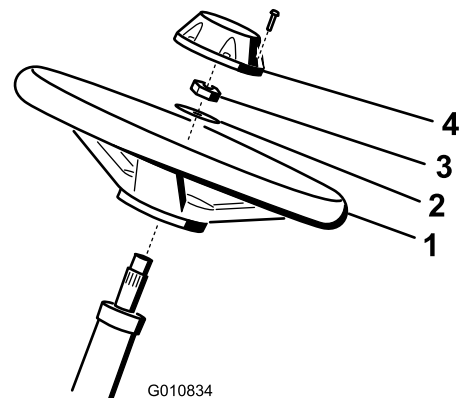

Figura 3
1. Collocate il volante sul piantone (Figura 3).
2. Collocate la rondella sul piantone (Figura 3).
3. Fissate il volante all'albero (Figura 3) con un controdado e serratelo tra 27 e 35 N·m.
4. Montate il coprimozzo sul volante e fissatelo con l'aiuto di una vite (Figura 3).